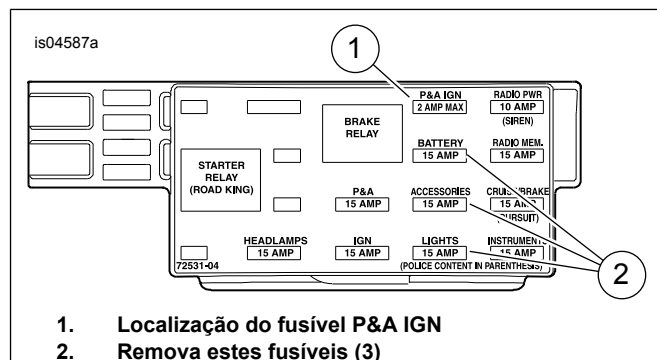

Figura 14. Cavidade do fusível P&A IGN (Modelos Touring ano 2004-2007)
3. **TODOS os modelos:** consulte Figura 14. Localize a cavidade do fusível com a marca "P&A IGN", "2A MAX" (1). Existe uma alimentação de barra de barramento de um lado deste circuito, mas não deve haver fio de contacto ou fusível. Retire os três fusíveis (2) atualmente instalados nesta linha, anotando a sua localização.